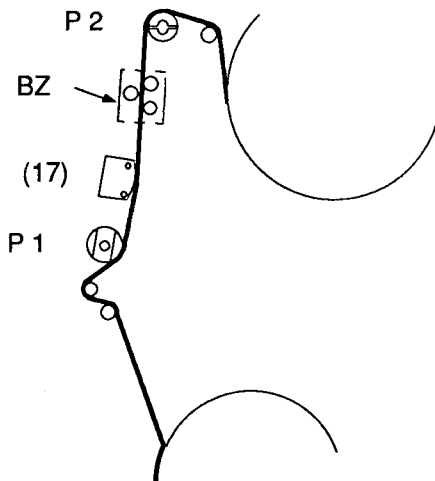

Fig. 21
- Nach ca. 20 Sekunden den Bandzugmesser "BZ" nach Fig.21 in den Bandlauf einfügen.
- After about 20 seconds fit the Tape Tension Meter "BZ" as shown in Fig. 21.